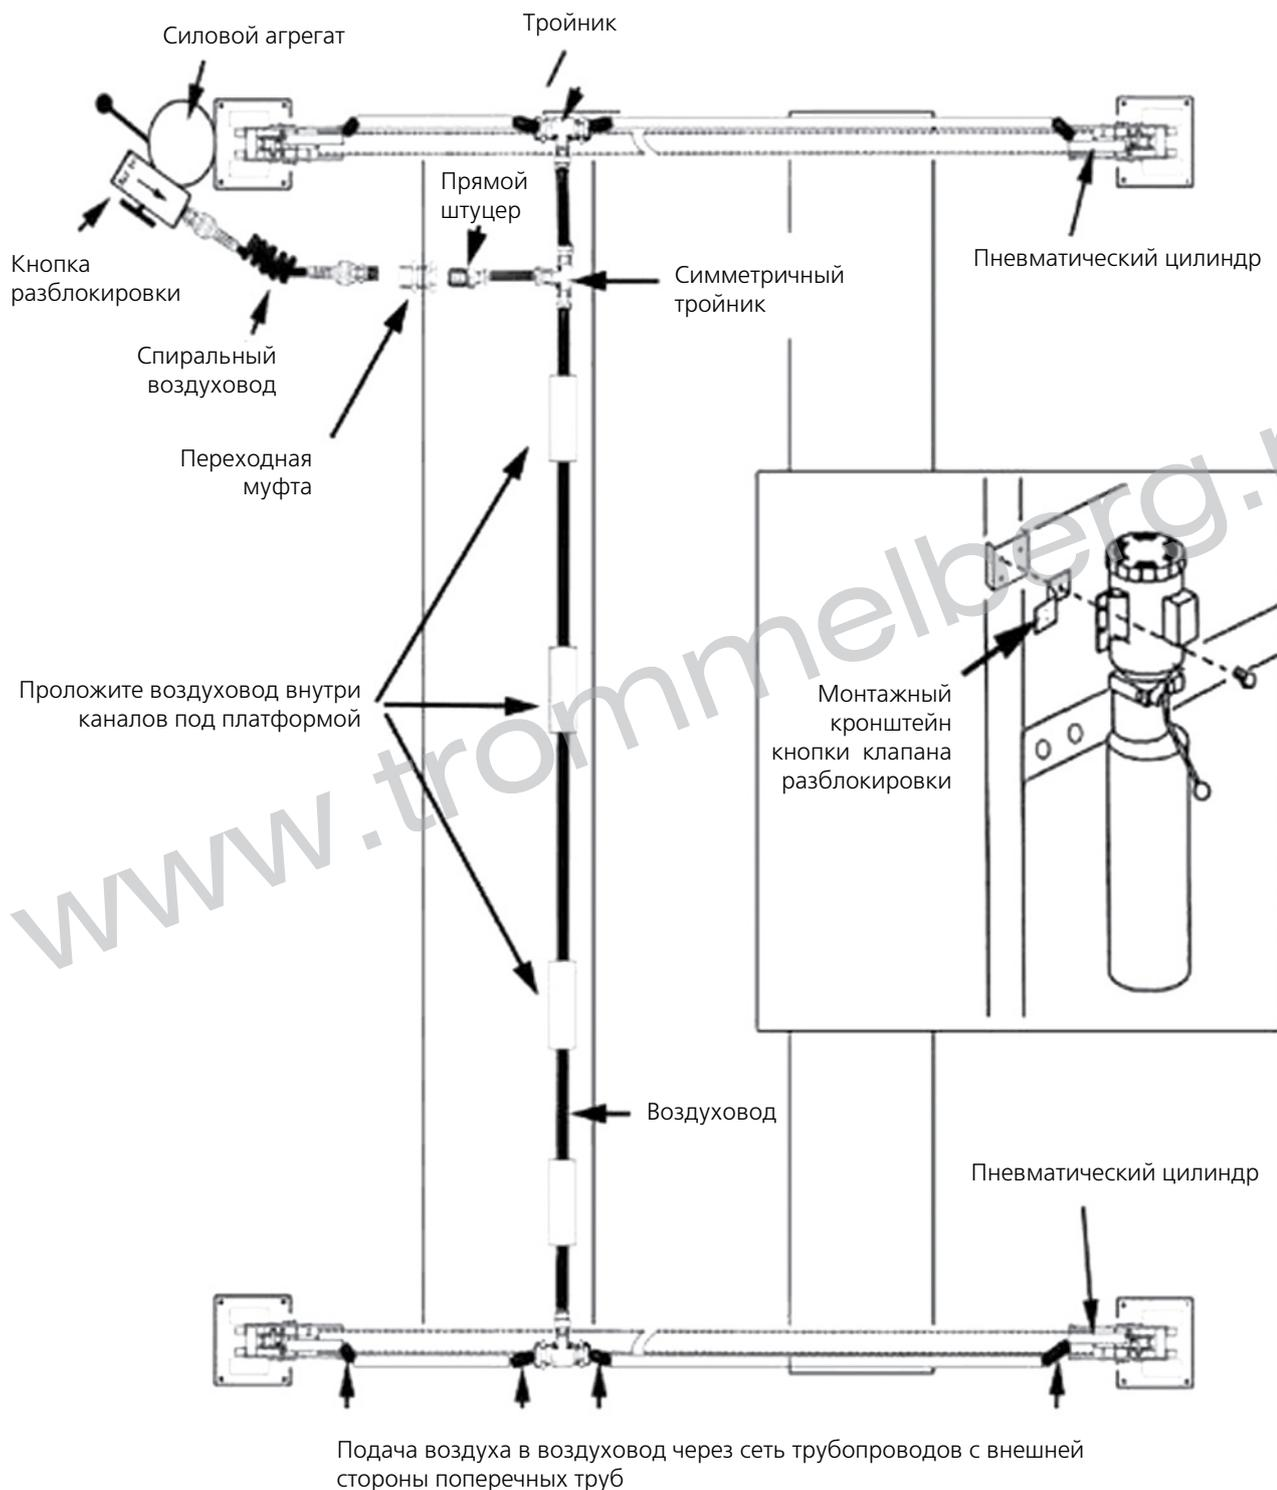

Рис. 13
**Входное давление воздуха не должно превышать 8.5 бар** (см. рис. 13).